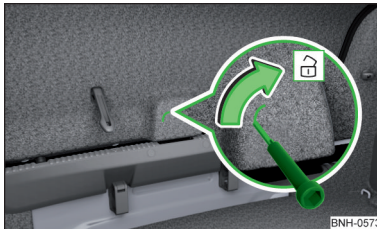

Abb. 252
- › In die Ausparung in der Klappenverkleidung » Abb. 252 einen Schraubendreher oder ein ähnliches Werkzeug bis zum Anschlag einführen.